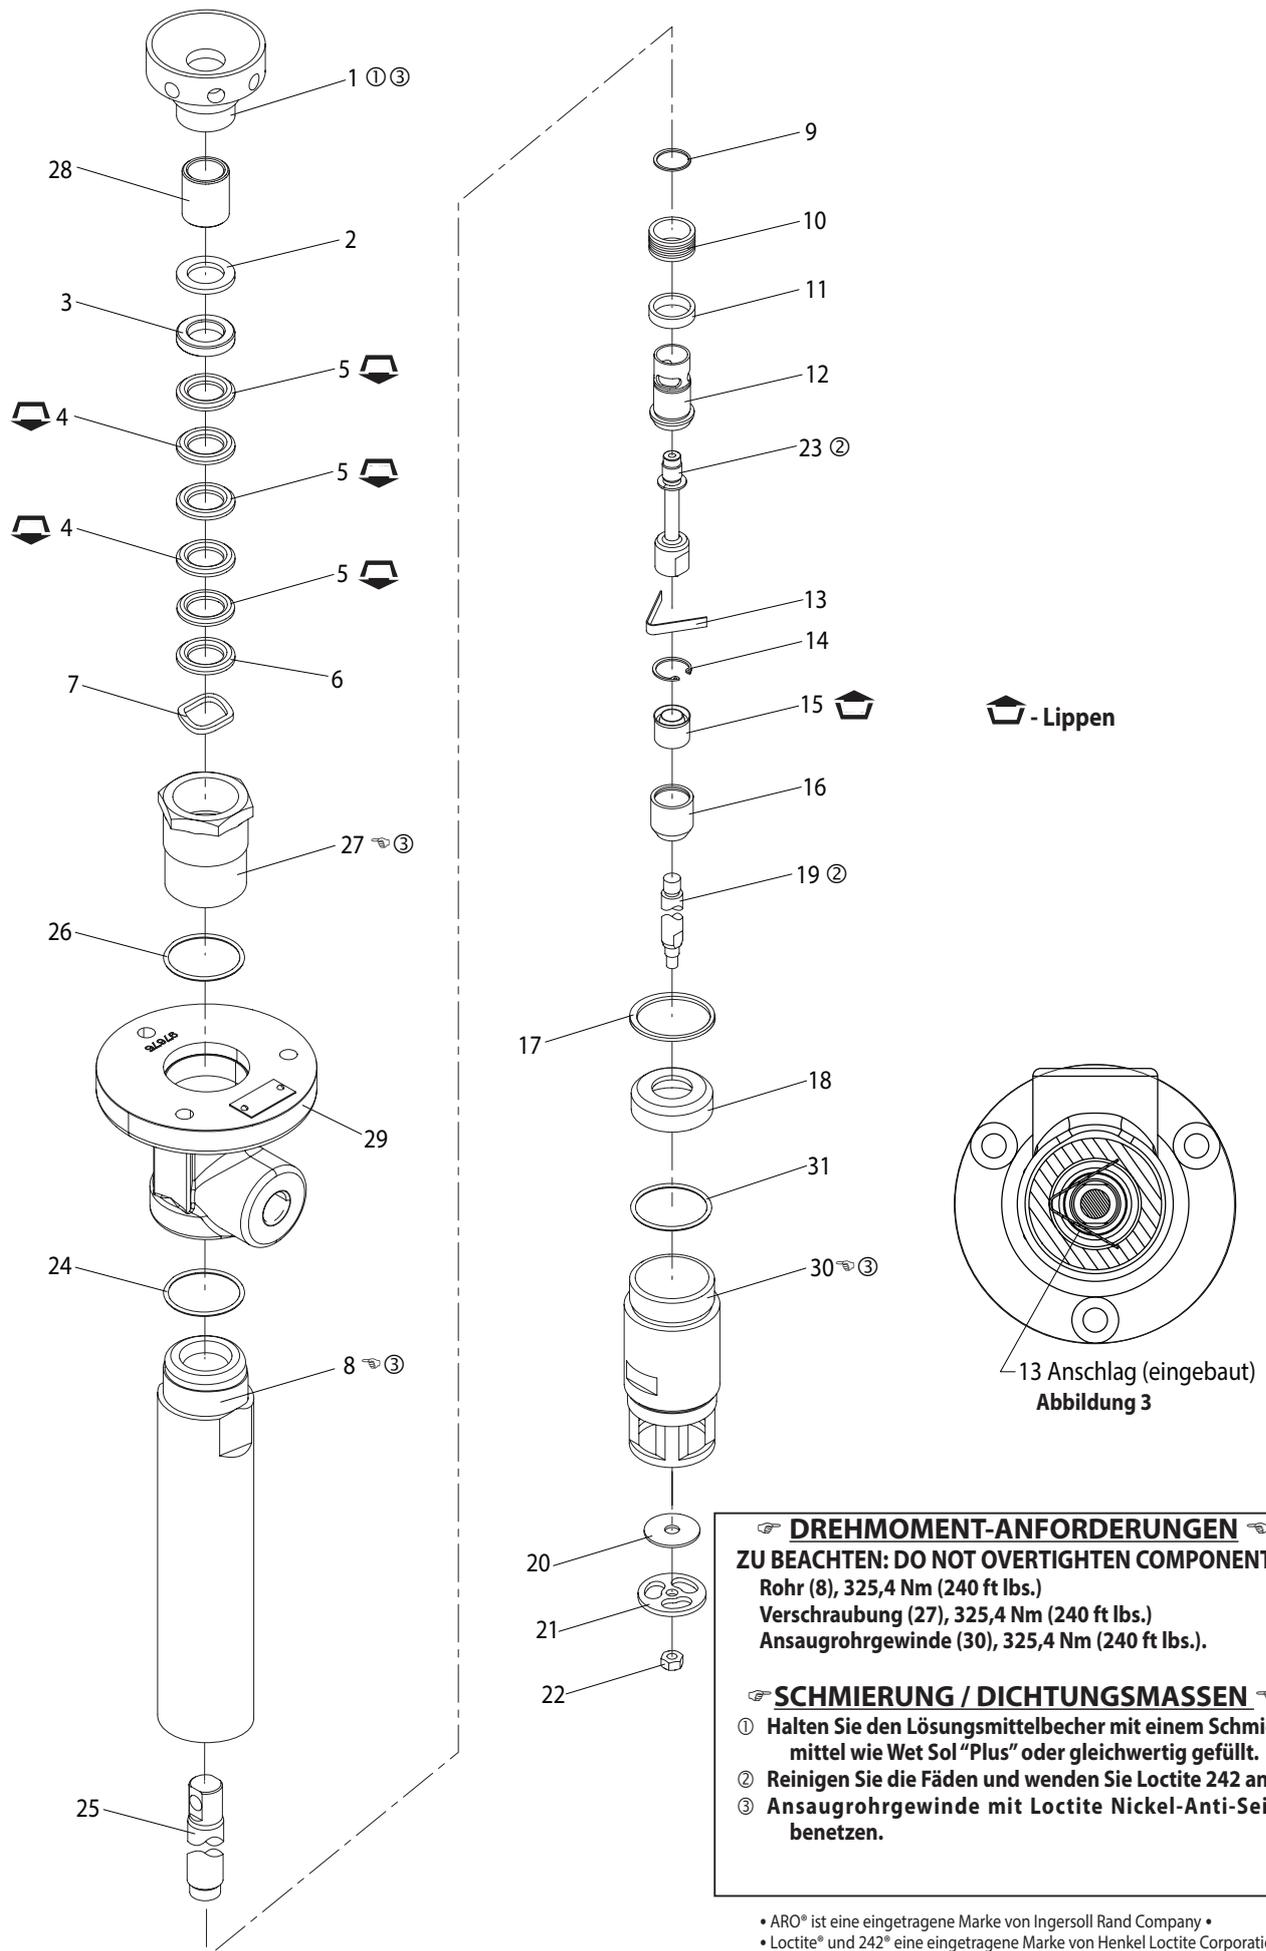

Abbildung 2
- Dichtung (11) und Dichtung (10) am Kolben (12) befestigen und mit Ring (9) fixieren. **HINWEIS:** Lippenausrichtung der Dichtung (10) siehe Abbildung 2. Gewinde der Ventilstange (23) mit Loctite® 242® benetzen und Kolben (12) und Ventilstange (23) mit dem Stößel (25) verbinden.